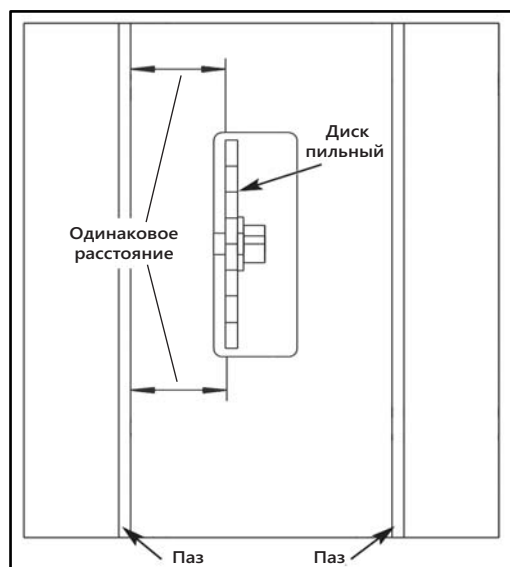
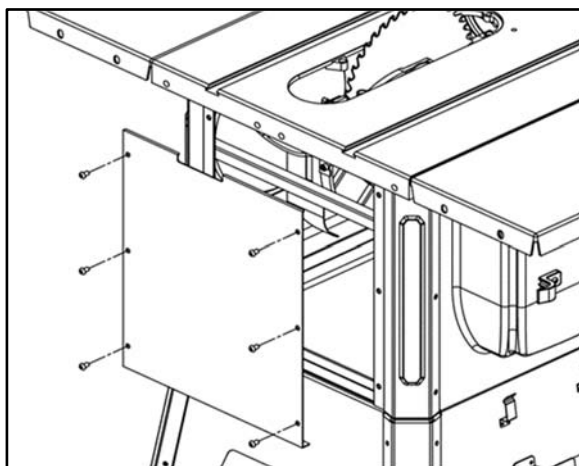
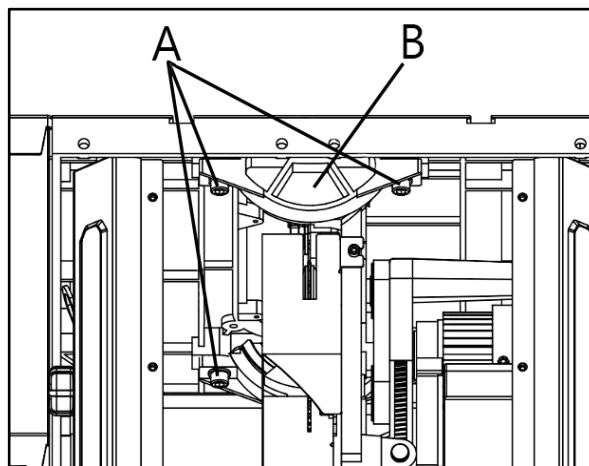

Рисунок 14
Рисунок 15
Рисунок 16
Станок поставляется с завода со столом, отрегулированным так, что пазы рабочего стола параллельны пильному диску. Чтобы достигнуть наилучшего результата, необходимо проверить параллельность перед началом работы (рис. 14).
Для регулировки, выполните следующие действия. Ослабьте и открутите шесть винтов на задней панели (рис. 15). Ослабьте болты А на механизме В регулировки наклона пильного диска (рис. 16) и перемещайте ее до тех пор, пока пильный диск не будет параллелен пазам рабочего стола (рис. 14).
- Открутите шесть винтов на задней панели и снимите ее (рис. 15). Это поможет легче установить задние направляющие.